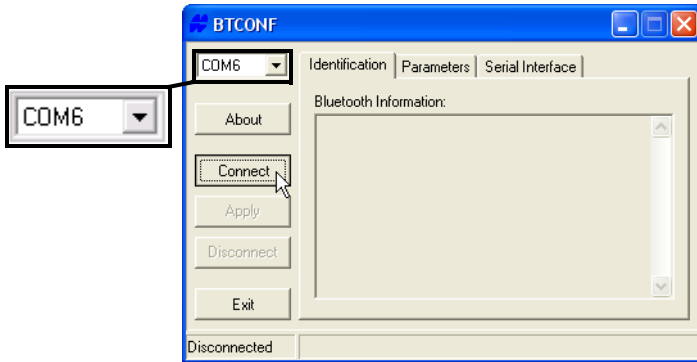

Figura 2-20. Seleccionar el Puerto de Comunicación y Hacer Clic en Connect
3. En la lista desplegable , seleccione el puerto serial de la computadora utilizado para comunicación (Figura 2-20).